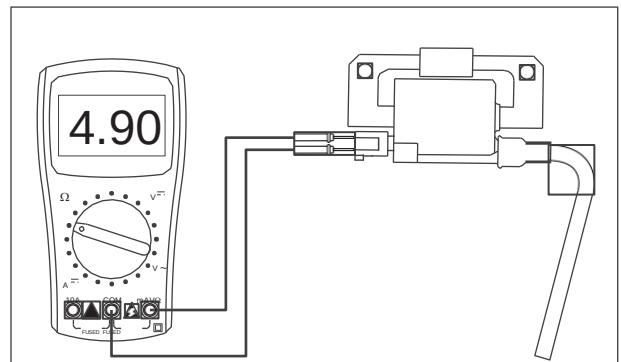

Fig. 5.15
- Conecte los cables del multímetro '+vo' y '-vo' a los cables del conector de la bobina de alta y mida la resistencia del devanado primario. (Fig. 5.15) Si la resistencia medida no está dentro del límite especificado, reemplace la bobina de alta por una nueva.